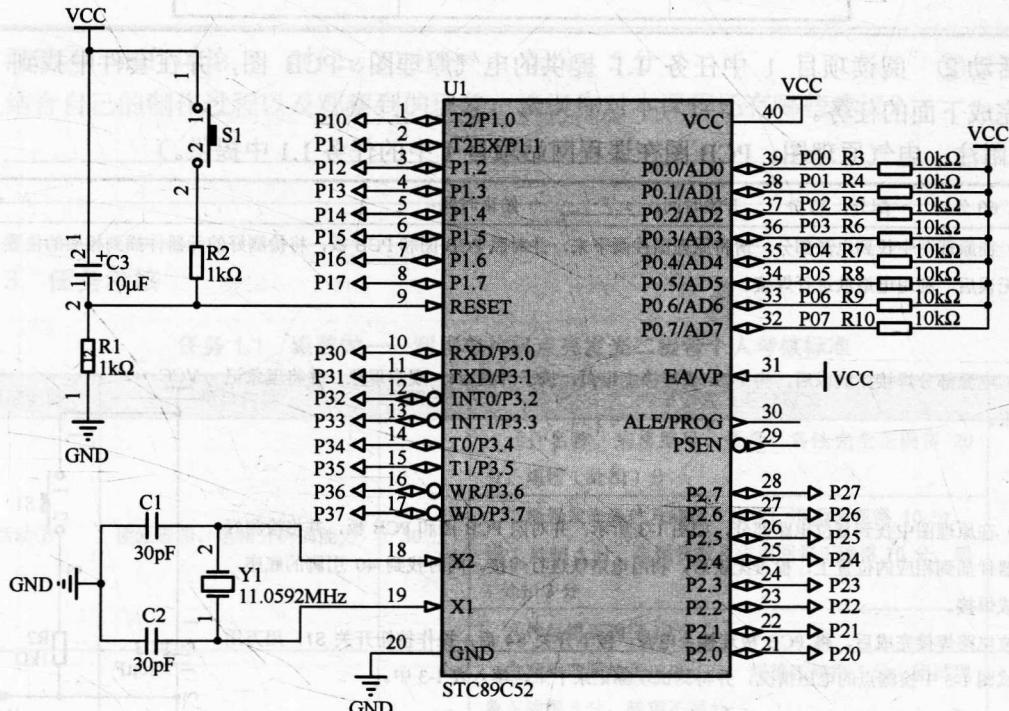

图 1-1 单片机最小系统原理图
活动① 阅读单片机最小系统原理图, 如图 1-1 所示, 回答下面的问题。
(1) 在图 1-1 中, 除 P0 口上的电阻 R3~R10 外, 请列出其他元器件的名称、规格、数量以及在电路中的标识, 完成表 1-1。